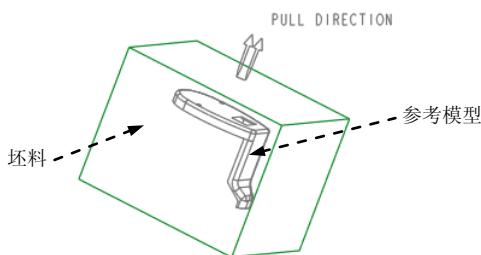

图 26.2 参考模型和坯料
在开始设计一个模具前, 应先创建一个“模具模型”, 模具模型包括图 26.2 所示的参考模型和坯料。
Step6. 单击“布局”对话框中的 **预览** 按钮，定义后的拖动方向如图 26.2 所示。